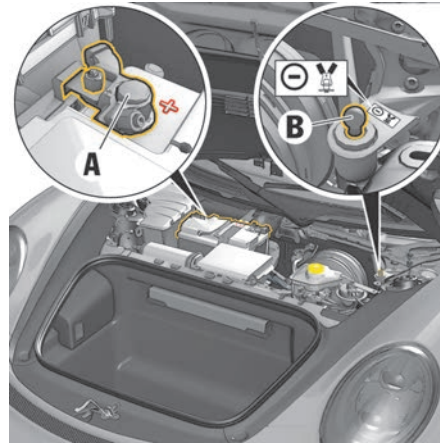

Fig. 12 : Bornes de la batterie
- ▶ En cas d'assistance au démarrage, ne branchez jamais directement le câble négatif noir à la batterie. Branchez toujours le câble négatif noir au point de masse **B** (fig. 12 à la page 49).